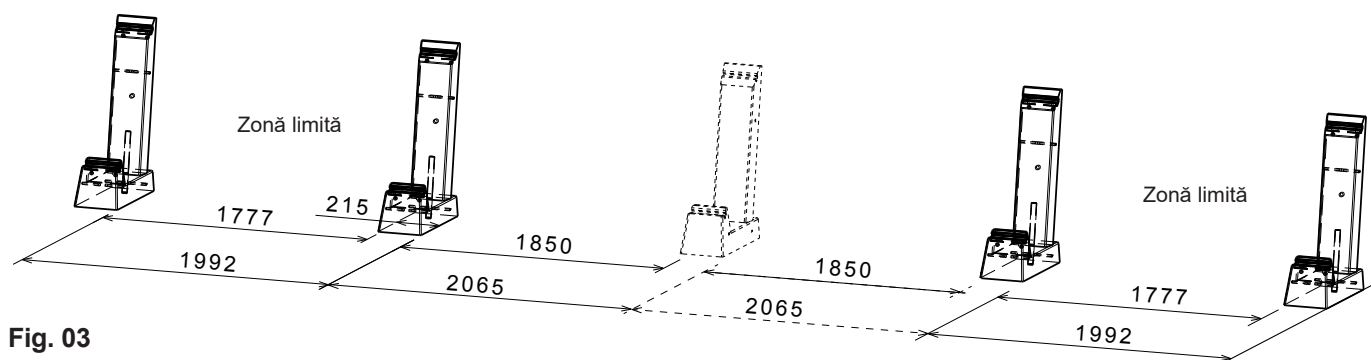

Fig. 03
1. Definiți și marcați locul instalării soclului din beton; pentru distanțe, vezi Fig. 03.